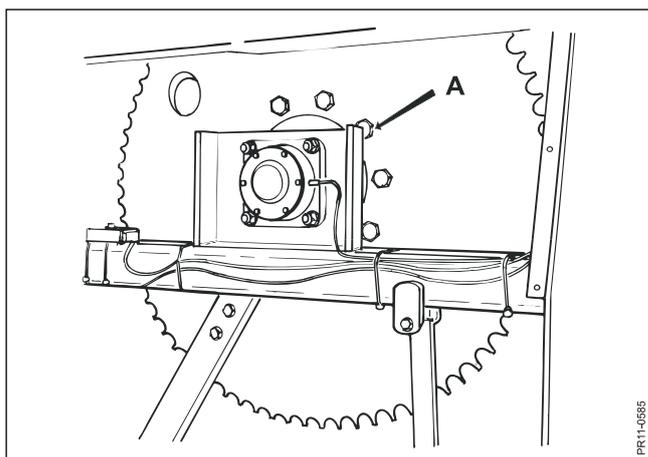

Fig. 9.10
Fig. 9.10 Contrôler **une fois par mois** les boulons de fixation des pales de mélange (200 Nm.) Les boulons pour la grosse chaîne de roue (A) (640 Nm) et la petite (B) (324 Nm) 1³/₄"